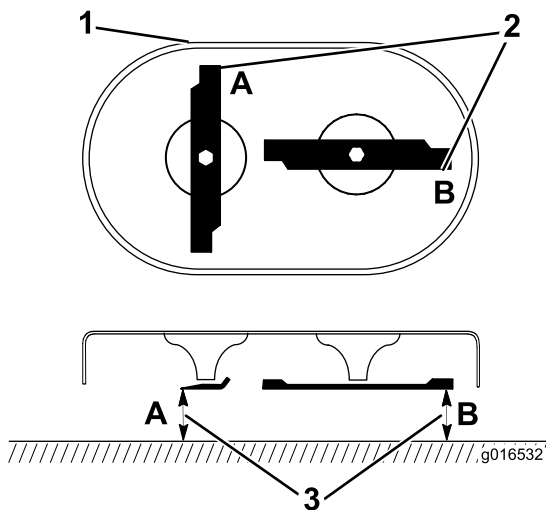

Bild 28
1. Drehen Sie die Messer in die Stellung, die in **Bild 28** abgebildet ist.